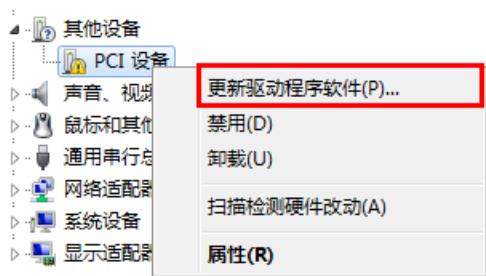
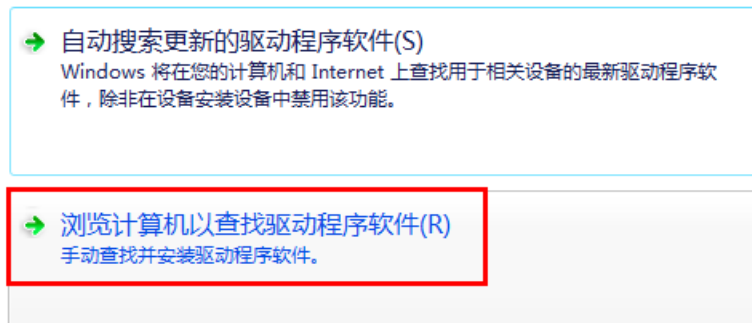

图4
图 5
1、打开主机后盖，将卡插到PCI插槽上，然后右击我的电脑，点击属性，打开设备管理器，会看到PCI设备上有个感叹号，然后右击，弹出更新驱动程序软件，如图4，如图5，如图6，如图7，如图8所示